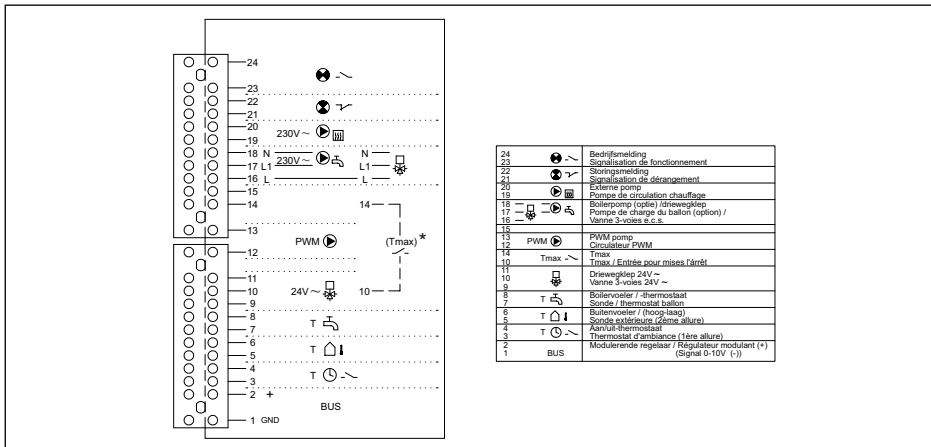
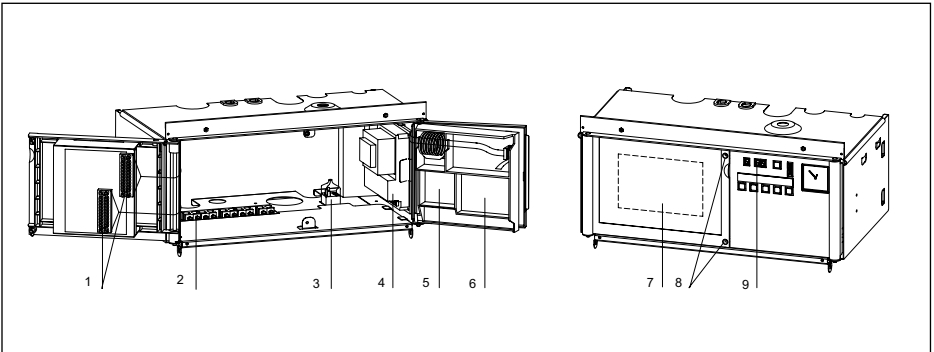
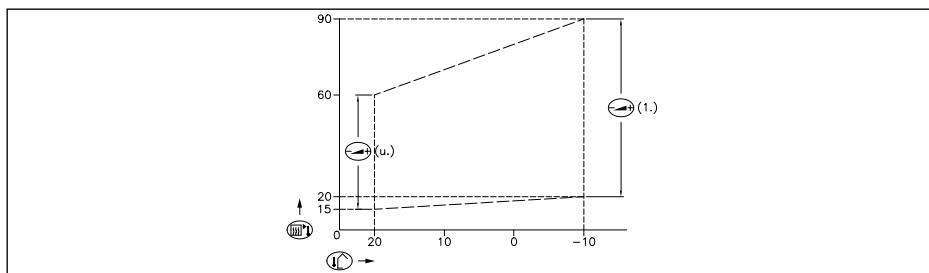

Fig. 17 Bornier de raccordement
Fig. 18 Tableau de bord, vues interne et externe.
Fig. 23 Pente de chauffe interne
Tous les raccordements supplémentaires (excepté pour **rematic**® 2945 C3K) peuvent être réalisés sur le bornier standard de la chaudière, voir Fig. 17. Ce bornier se situe dans le bôtier électrique et peut être atteint en dévissant les deux vis du tableau de bord, voir Fig. 18. Les possibilités de raccordements supplémentaires sont expliquées dans les paragraphes suivants.
La Remeha Quinta a été préparée pour une communication basée sur le système "OpenTherm", permettant l'utilisation de tout régulateur d'ambiance modulant OpenTherm approprié, par exemple Remeha Celcia 20. Votre fournisseur vous explique quels régulateurs OpenTherm sont compatibles avec la Remeha Quinta. Ces régulateurs doivent être installés dans une pièce de référence. Leur raccordement doit être effectué à l'aide d'un câble à 2 fils sur les bornes 1 et 2 du bornier, voir Fig. 17.
câble à 2 fils sur les bornes 1 et 2 du bornier, voir Fig. 17). Dans ce cas, une compensation d'ambiance est également disponible.
Le fonctionnement modulant est possible en utilisant une sonde extérieure (fournie en option) en combinaison avec un thermostat d'ambiance (non fourni). Pour ce faire, raccorder les fils de la sonde aux bornes no. 5 et 6 et les fils du thermostat aux bornes no. 3 et 4 du bornier, voir Fig. 17. Ainsi, suivant la température ambiante, la chaudière pourra moduler, et régler la température de départ en fonction de la température extérieure (voir Fig. 23, pente de chauffe interne).
Une pompe de charge ECS doit être raccordé sur les bornes 16 (230V), 17 (interrupteur) et 18 (N), voir Fig. 17. Ajuster le paramètre  $\boxed{1}$  dans  $\boxed{0}$   $\boxed{1}$ . (Voir Par. 6.6).
Une vanne 3-voies doit être raccordé sur les bornes 17 et 18, voir Fig. 17.